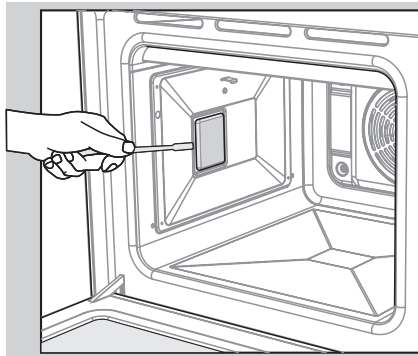

Рис. 21
- Снимите плафон боковой подсветки (рис. 21).